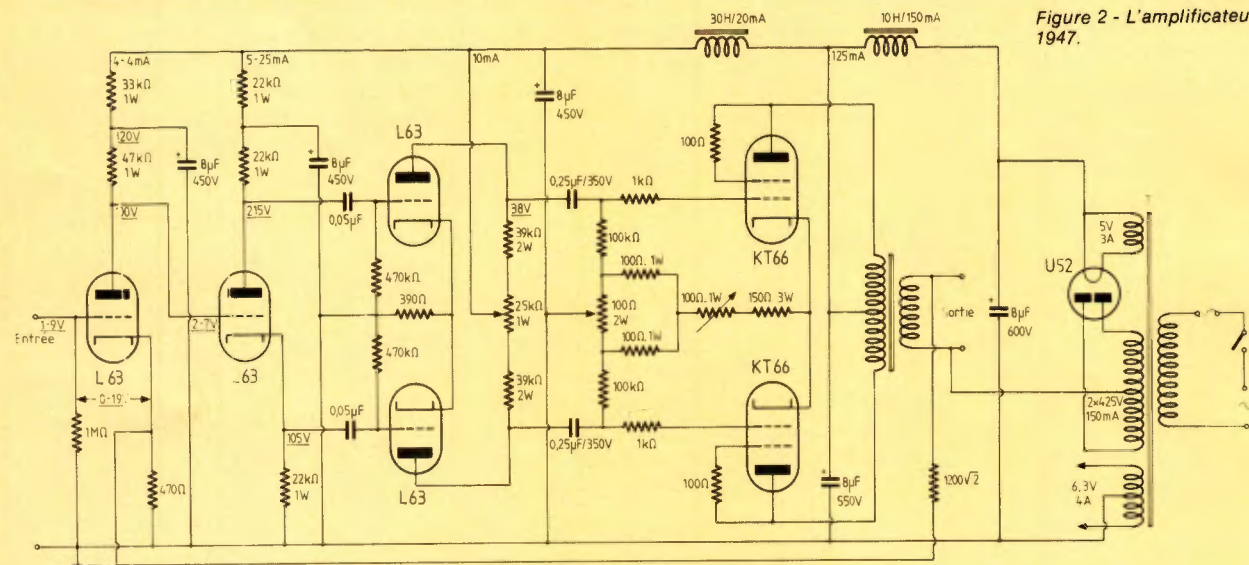

Figure 2 - L'amplificateur Williamson 1947.
par un cathodyne, lequel est suivi d'un driver pour attaquer le push-pull. Particularités : tous les tubes sont des triodes et comme aucune contre réaction n'est appliquée en sortie, la haute tension est soigneusement filtrée avant d'alimenter chacun des étages de l'amplificateur. L'année suivante, en avril 1947, le même *Wireless World* publiait le schéma (7) d'un amplificateur de haute qualité, que l'on peut qualifier de véritablement Hi-Fi. Dû à D.T.N. Williamson, cet amplificateur (fig. 2) devait connaître une renommée mondiale. Entièrement composé de triodes (ou de tubes montés en triodes pour les KT66 de sortie), cet amplificateur se distinguait par une attaque directe du cathodyne, sans condensateur de liaison, par la triode préamplificatrice d'entrée et aussi par une contre-réaction globale qui agissait sur l'ensemble préamplificatrice d'entrée, déphasée, étage driver, étage de sortie y compris le transformateur, à partir d'une tension prélevée sur le secondaire de ce dernier. L'amplificateur Williamson nécessitait un transformateur de sortie d'une qualité exceptionnelle et donc l'utilisation de toles à très faibles pertes d'une part et de bobinages fractionnés pour réduire l'inductance de fuite : le transformateur qui équipait le Williamson ne comportait pas moins de 18 bobines, dont 10 pour le primaire et 8 pour le secondaire. Deux ans plus tard (8), le même Williamson proposait une nouvelle version de son amplificateur, en fait très peu modifié si ce n'est l'utilisation de quelques nouveaux tubes (l'étage de sortie fait toujours cependant appel à des KT66 montées en triode) et la mise en parallèle sur la charge du tube d'entrée d'une cellule RC (200 pF en série avec 4,7 k Ω) destinée à éviter l'effet des rotations de phase intempestives aux hautes fréquences et augmenter la stabilité de l'amplificateur soumis à la contre-réaction. L'amplificateur Williamson devait faire l'objet d'un engouement peu commun dans le monde entier et sa description largement diffusée (9).